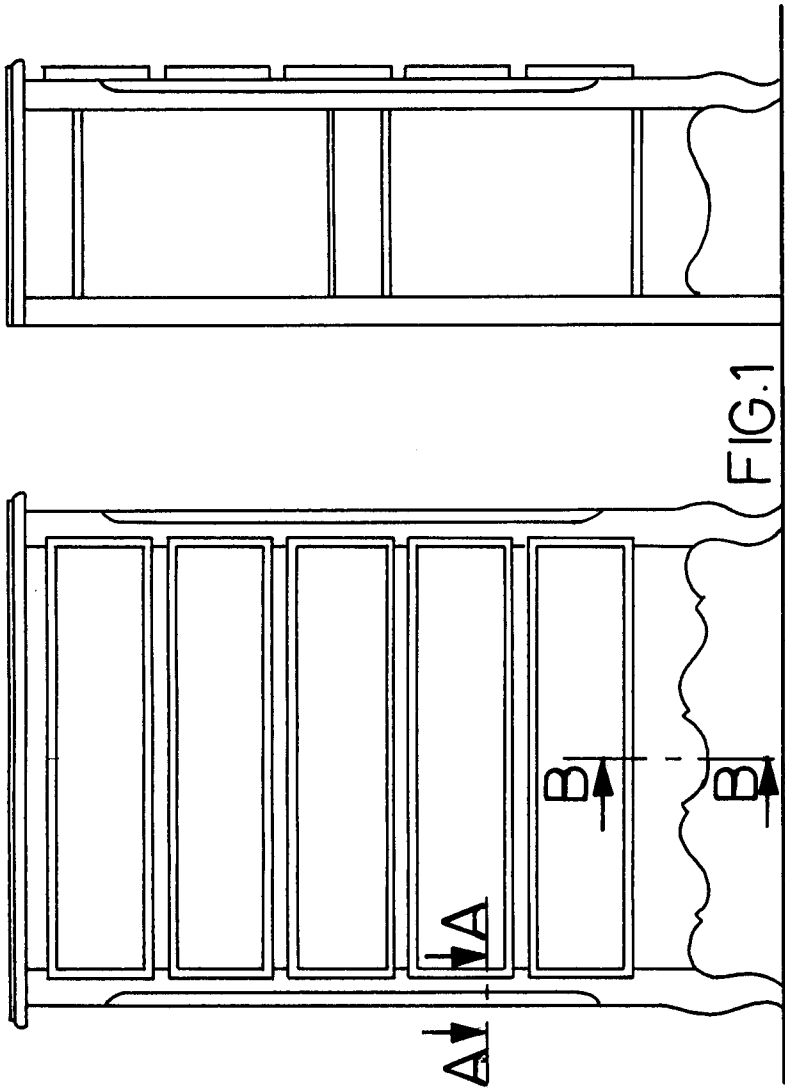

FIG.1
- le géométral à l'échelle 1/10 (figure 1), représentant un petit meuble à tiroirs de style régional et de fabrication artisanale.